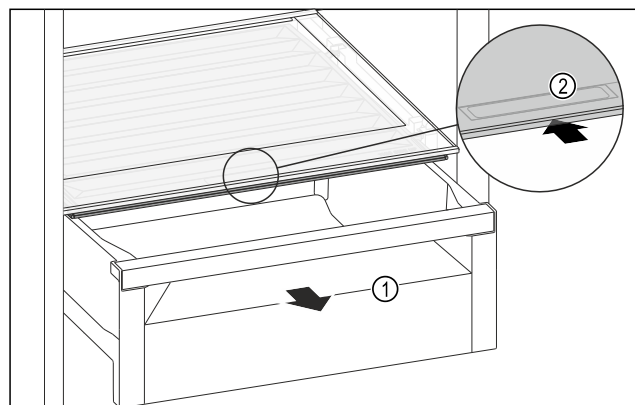

Fig. 172
- ▶ Schubfach *Fig. 172 (1)* herausziehen.
- ▶ Griffmulde Fig. 172 (2) am Fachdeckel anfassen und Fachdeckel gleichzeitig nach hinten schieben.